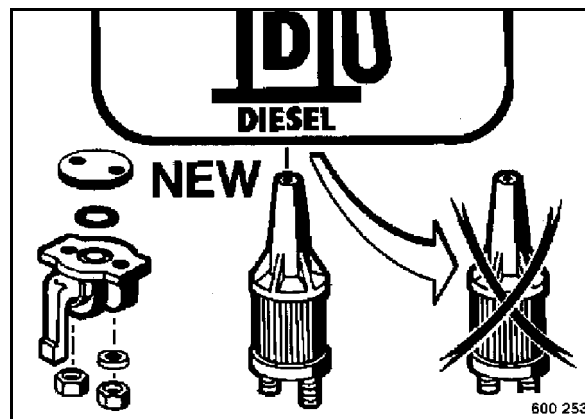

рис. 72
- Отвинтить гайки крепления (рис. 72) и снять топливный кран.